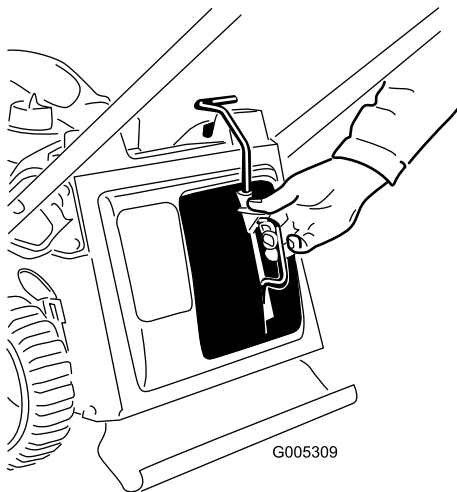

Figure 28
1. Enlevez l'obturateur de déchetage (Figure 28).